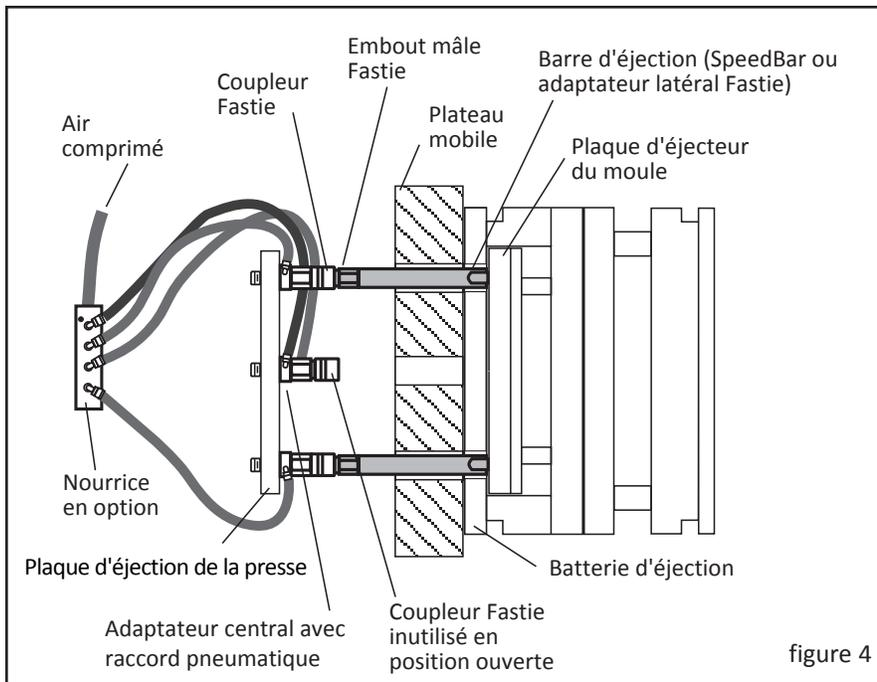

figure 4
2. Installez les raccords pneumatiques aux adaptateurs centraux, voir figure 4.